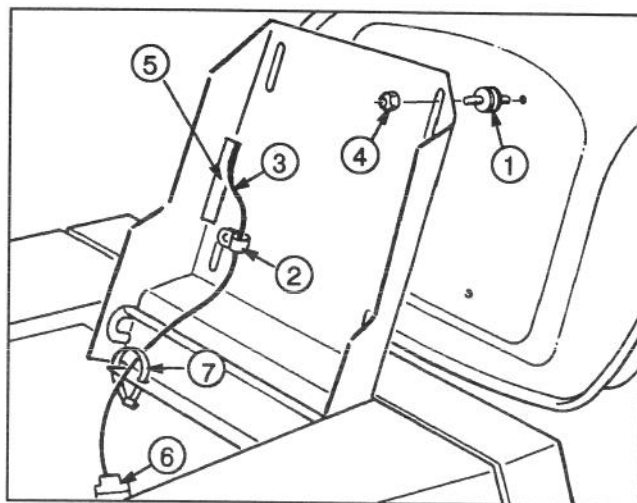

Abbildung 3
1. Vier (4) Abstandstücke an der Unterseite des Fahrersitzes auffädeln (Abb. 3).
2. Den Sitz auf das Unterteil setzen, das Sitzschalterkabel durch den Schlitz und die Abstandbolzen durch die Montagelöcher führen (Abb. 3).
3. Die Schelle über den Sitzschalterdraht schieben (Abb. 3).
4. Die Drahtschelle und den Sitz locker mit dem linken Abstandbolzen und einer Kontermutter am Unterteil absichern (Abb. 3).
5. Den Sitz mit Hilfe der drei (3) übrigen Kontermuttern absichern.